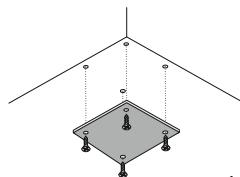

рис. 1
- Прикрепите декоративные ножки (если они входят в комплект изделия) к основанию тумбы шурупами 3*16 мм или крепежными винтами в просверленные технологические отверстия (рис. 1).